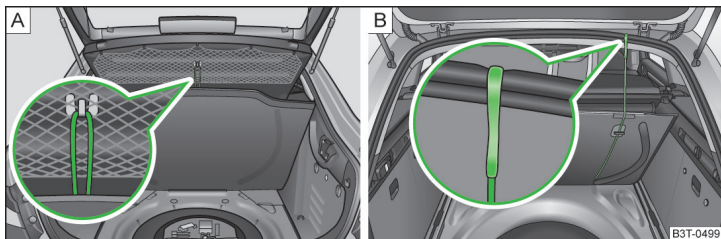

Fig. 101 Fixarea mochetei: Superb / Superb Combi
- Superb: cu curelușa de un cârlig de la capacul portbagajului » fig. 101 - **A**.
- Superb Combi: cu cârligul de marginea capotei portbagajului » fig. 101 - **B**.